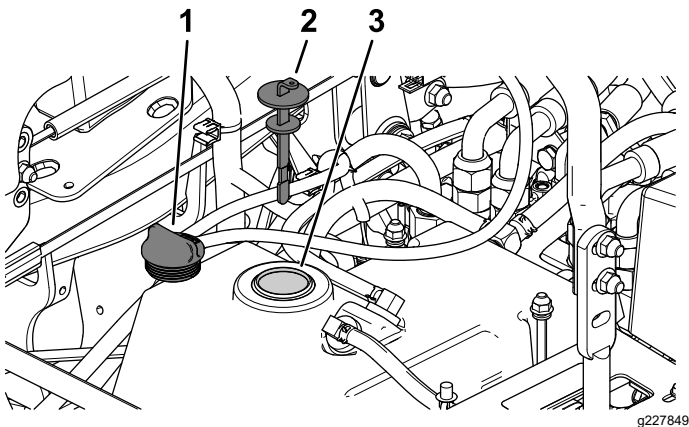

Figura 66
5. Retire el tapón del depósito hidráulico (Figura 66).
6. Retire la varilla y límpiela con un trapo limpio (Figura 66).